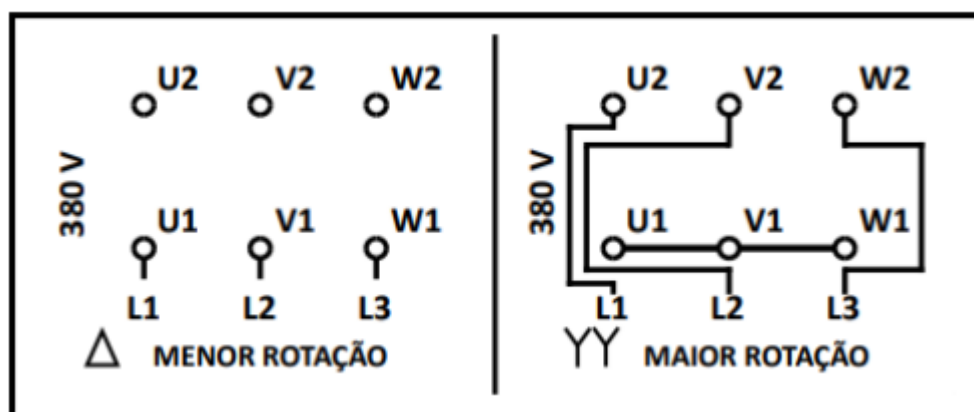

Fig 1: Esquema de ligação baixa e alta rotação
- 1) Faça a ligação do motor Dahlander conforme instruções da fig1. Qual a diferença entre as ligações, discuta o processo.